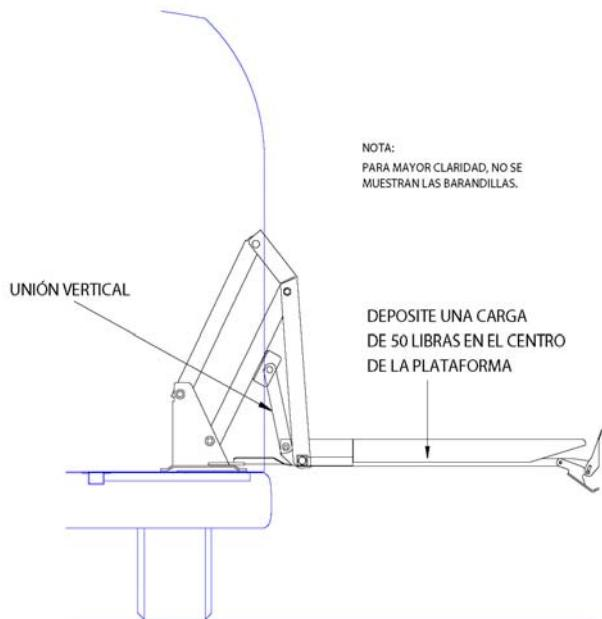

FIGURA 2-21: PRUEBA DEL PRESOSTATO A NIVEL DEL PISO
- a. Consulte la **Figura 2-21**. Despliegue y baje la plataforma hasta el suelo. Coloque una carga de 50 libras en el centro de la plataforma y luego levántela hasta el nivel del piso. Presione y mantenga pulsado el interruptor en STOW (guardar).
- d. Consulte la **Figura 2-21**. Para verificar el funcionamiento correcto del interruptor del sensor, despliegue y baje la plataforma hasta el suelo. Coloque una carga de 50 libras en el centro de la plataforma y luego levántela hasta el nivel del piso. Presione y mantenga pulsado el interruptor en STOW (guardar).